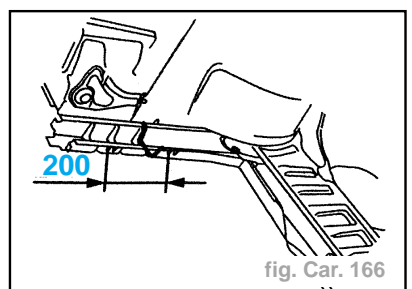

fig. Car. 166
- Tracer la coupe (fig. Car. 166).